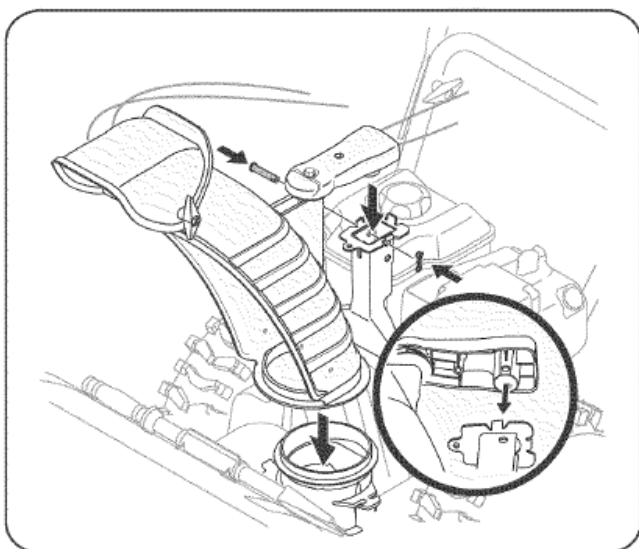

Рисунок 3
4. Установите блок управления желобом на станину желоба и зафиксируйте его на кронштейне желоба с помощью штифта с отверстием под шплинт и самого шплинта, снятых на шаге 2. (См. рис. 3).